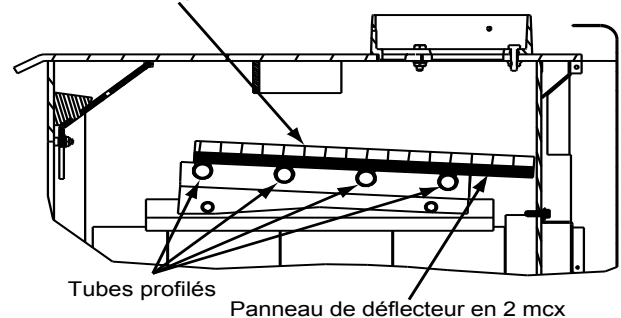

Figure 11.1
1. Confirmez que la position du déflecteur est correcte. Il doit affleurer le tube avant et reposer sur tous les tubes. (**Figure 11.1**).